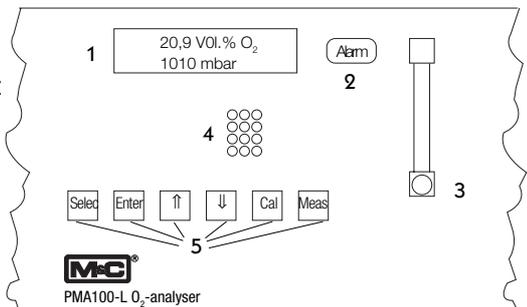

Abb. 6: Frontplatte mit Display, Bedientastatur und Strömungsmesser
Abbildung 6 zeigt den Frontplattenaufbau des Sauerstoffanalysators **PMA100-L**. Zu sehen ist die zweizeilige LCD-Anzeige ①, die Alarm-LED ②, der Strömungsmesser mit Nadelventil ③, Status-LEDs ④ und das Bedienfeld ⑤, bestehend aus 6 Folientasten.